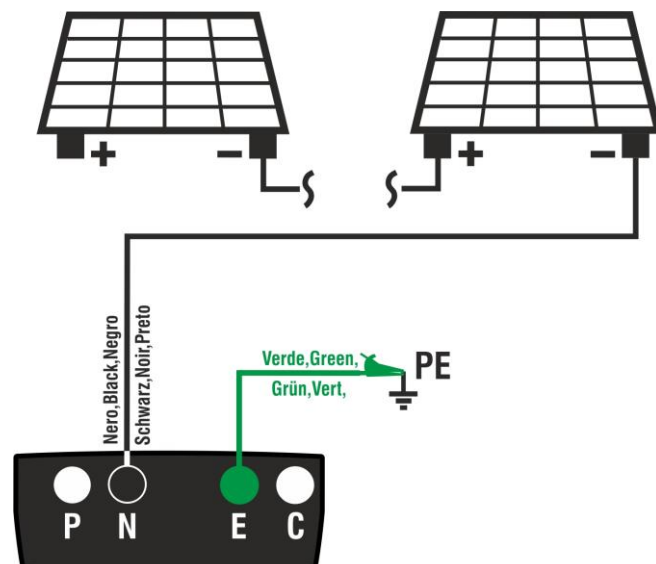

Fig. 8: Connexion de l'instrument pour la mesure de l'isolation en mode TMR
8. Connectez l'instrument à la chaîne PV à l'essai comme indiqué dans la Fig. 8. **Le test peut également être effectué sur plusieurs chaînes en parallèle les unes des autres. Il est rappelé qu'il est également nécessaire de sectionner les éventuels déchargeurs connectés aux câbles de la chaîne/chaînes et qu'il est conseillé d'effectuer la mesure en amont des éventuelles diodes de blocage.**